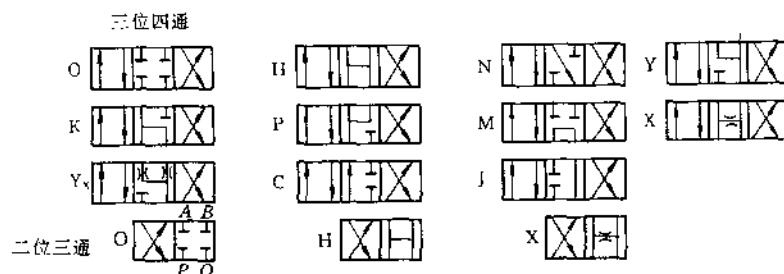

图 16.8-8 S型手动换向阀机能
②通油路数：四通
③名称：手动换向阀
④滑阀机能：见图 16.8-8
⑤公称压力：31.5MPa
⑥通径